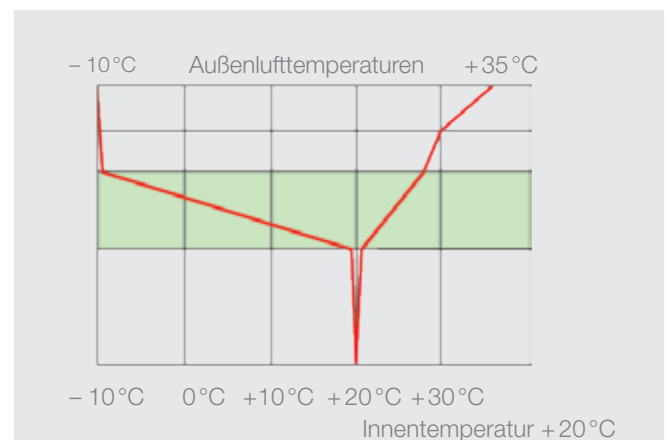

Abb. 21: Temperaturverlauf in einem UK-Gründachaufbau.
- Die Wärmedämmung schützt die durchwurzelungsfeste Abdichtung vor thermischen Beanspruchungen (Abb. 21).